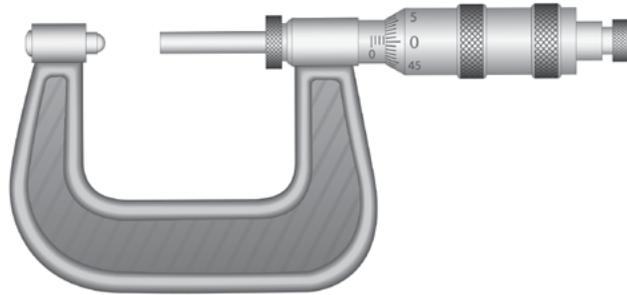

Figura 3.2 Tornillo micrométrico
2. Tornillo Micrométrico: Lo constituye una pieza en forma de herradura, unida a una escala lineal fija (escala principal), sobre ésta avanza una escala circular unida al tornillo como se muestra en la figura 3.2. Por lo general cuando el tornillo da una vuelta completa, la escala circular avanza 0.5 mm sobre la escala principal. La escala circular tiene 50 divisiones, con cada división de 0.01 mm, en tanto que la escala principal tiene divisiones de 0.5 mm. La lectura de este instrumento, una vez dispuesto al objeto a medir, será la de la escala principal mas la de la escala circular. La precisión de este aparato es de 0.01 mm.